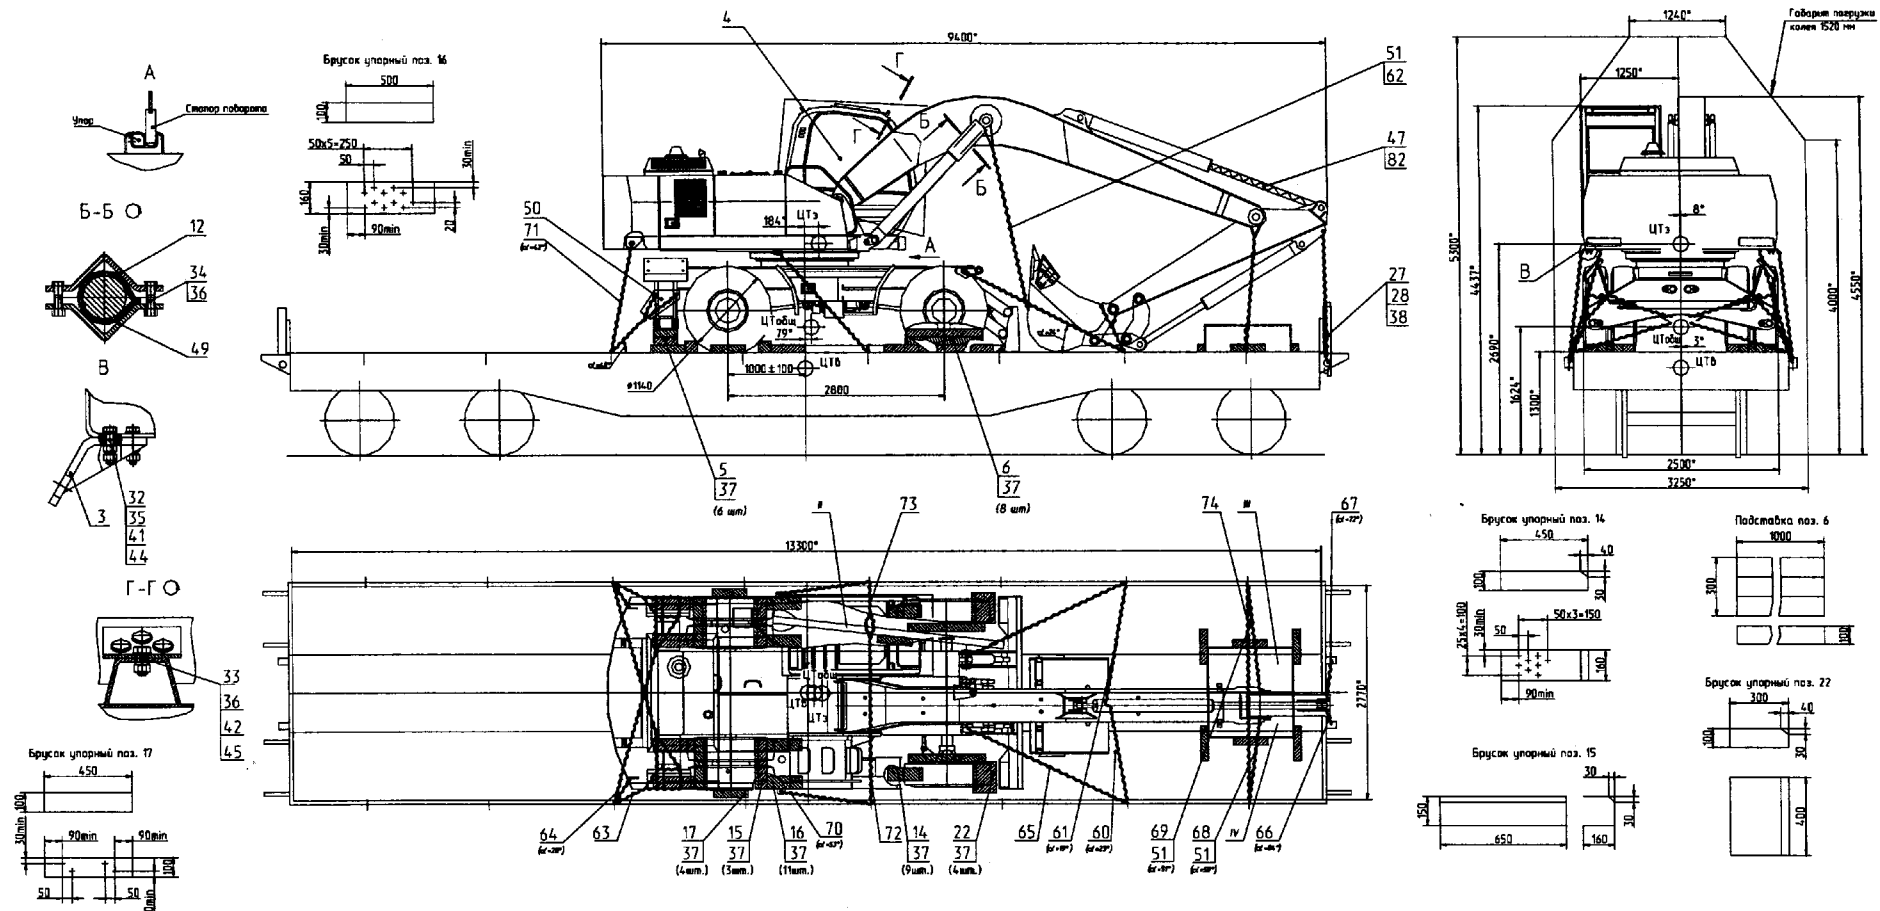

Рис. 5 Схема погрузки экскаватора на четырехосную железнодорожную платформу
2. Экскаватор грузить на платформу собственным ходом по эстакаде с углом наклона до 9° или с помощью крана и разместить над продольной осью платформы по схеме (см. рис. 5). Стрелу опустить, рукоять и ковш подвернуть. Включить стопор поворота, стояночный тормоз, 1-ю передачу КПП и передний мост. После погрузки рычаги управления гидрораспределителем установить в нейтральное положение.